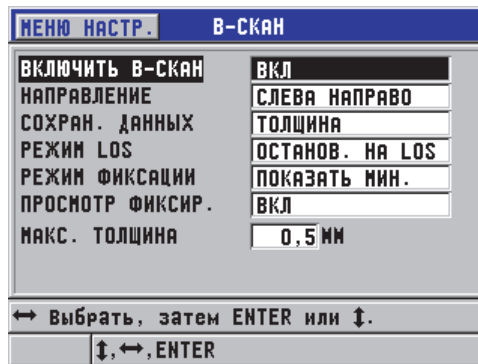

Рис. 9-4 Изменение параметров В-скана
В-скан можно настроить в окне **В-СКАН** (см. Рис. 9-4 на стр. 170), доступное при нажатии [**SETUP**] и выбора меню **В-СКАН**.
1. В окне В-СКАН (см. Рис. 9-4 на стр. 170) установите СОХР. ДАННЫХ на ТОЛЩИНА + В-СКАН.